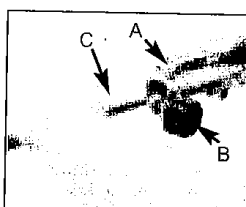

Fig. 8B
1. Lösen Sie die Schraube (B) gegen den Uhrzeigersinn (Fig. 8B).
2. Drücken Sie den Entriegelungshebel (A) nach unten und entfernen Sie den unteren Schaft (Fig. 8B).
3. Setzen Sie den unteren Antriebswellenschaft ein und schliessen Sie mit dem Entriegelungshebel in der ersten Bohrung (C).
4. Ziehen Sie die Schraube (B) im Uhrzeigersinn wieder fest an.